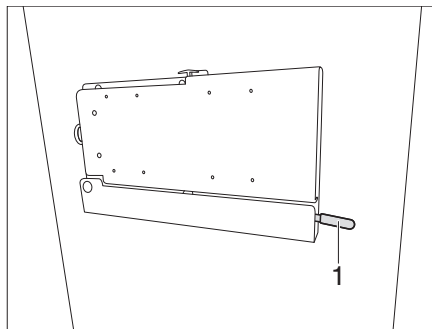

Fig. 133 Supporto con braccio snodato (variante 3)
- Spingere la leva (Fig. 133,1) verso il basso.
- Spingere di nuovo la leva (Fig. 133,1) di arresto verso l'alto.